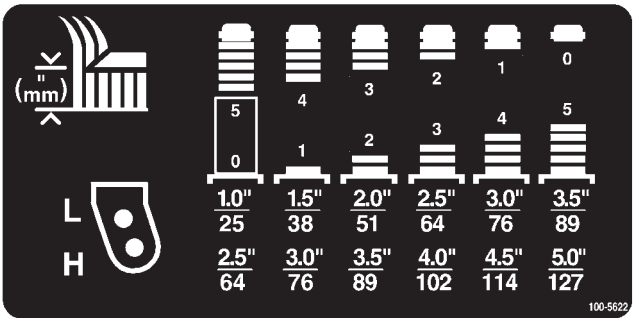

Figura 7
2. Coloque as cunhas na barra da roda para obter a altura de corte desejada ; veja a Figura 7 para determinar a disposição das cunhas. Coloque uma anilha de encosto
2. Coloque os eixos das rodas nos mesmos orifícios, em ambos os suportes. Veja a Figura 7 para determinar quais os orifícios adequados ao ajuste.
Veja a Figura 7 para determinar a disposição das cunhas.